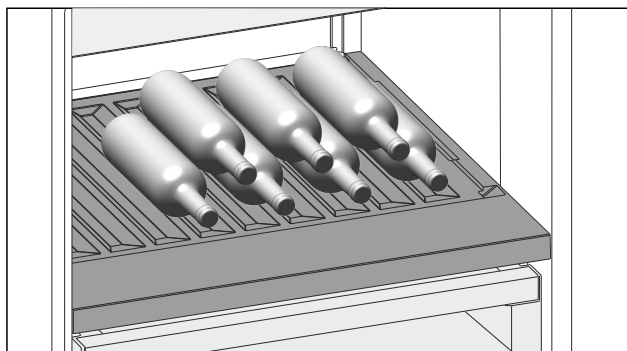

Fig. 108
- Flessen met de bodem naar achteren tegen de achterwand plaatsen. (zie Fig. 108)